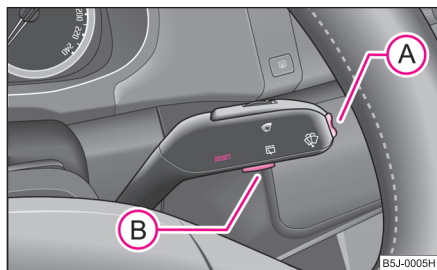

Fig. 6 Indicateur multifonctions: Eléments de commande
La modification de la mémoire se fait au moyen de la touche **(B)** → page 14, fig. 6.
L'interrupteur **A** et la touche **B** se trouvent dans la poignée de la manette des essuie-glaces ⇒ fig. 6.
Vous devez effacer la mémoire avec la touche (B) ⇒ page 14, fig. 6 et recommencer la mesure si vous souhaitez connaître la consommation de carburant moyenne durant une période bien précise. Après l'effacement des traits apparaissent sur le visuel durant les 300 premiers mètres.
La durée du trajet depuis le dernier effacement de la mémoire apparaît sur le visuel ⇒ page 13. Si vous souhaitez compter la durée du trajet à partir d'un moment bien précis, effacez alors la mémoire juste à ce moment-là en appuyant sur la touche **(B)** ⇒ page 14, fig. 6.
Le trajet parcouru depuis le dernier effacement de la mémoire apparaît sur le visuel ⇒ page 13. Si vous souhaitez compter la durée du trajet à partir d'un moment bien précis, effacez alors la mémoire juste à ce moment-là en appuyant sur la touche **(B)** ⇒ page 14, fig. 6.
La vitesse moyenne en km/h depuis le dernier effacement de la mémoire apparaît sur le visuel ⇒ page 13. Vous devez effacer la mémoire avec la touche **(B)** ⇒ page 14, fig. 6 et recommencer la mesure si vous souhaitez connaître la vitesse moyenne durant une période bien précise.